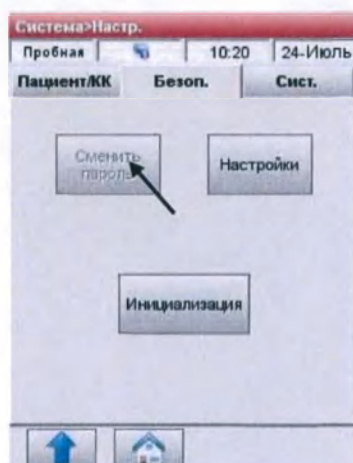

Рис.3-66 Измените пароль
2. На вкладке <Безопасность> нажмите <Изменить пароль> (Рис.3-66).